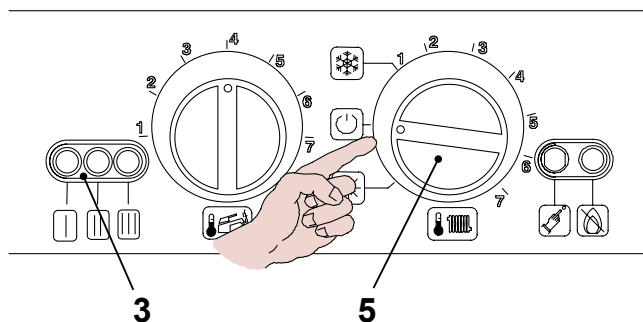

рис. 6.5
- Выключите бойлер, установив переключатель функций 5 в положение "0" как на рис. 6.5 .